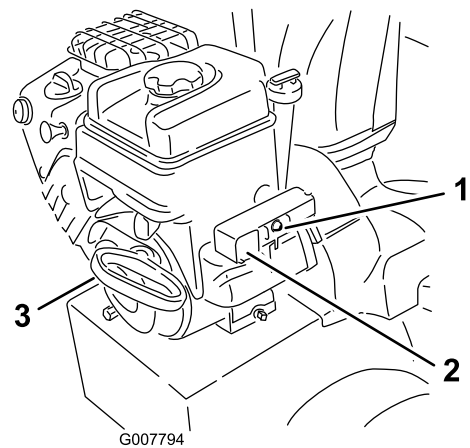

Figure 29
7. Démarrez la fraise à neige en tirant sur le lanceur ou en appuyant sur le bouton du démarreur électrique (Figure 29).